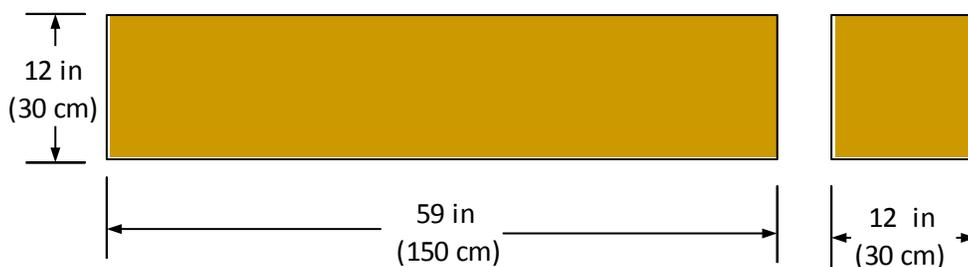

Figura 11: Contenedores para transporte
El paquete del monitor incluye (3) cables cortos que se usan junto con la Caja de empalmes Serveron. Si necesita cables más largos, puede adquirir opcionalmente cables de 7m mediante el número de parte Serveron 900-0063-XX. Estos cables usualmente se conectan a la regleta de bornes de la caja de empalmes incluida en el paquete estándar del monitor o en el tablero de control del transformador. Si no se adquirió la caja de empalmes, será necesario utilizar una regleta de bornes para la conexión de los cables. Se recomienda una regleta de 27 posiciones para tener flexibilidad en la conexión de los cables. Dependiendo de las conexiones utilizadas, podría ser necesaria una regleta aún mayor. La figura 11 muestra un esquema del conexionado de cables.